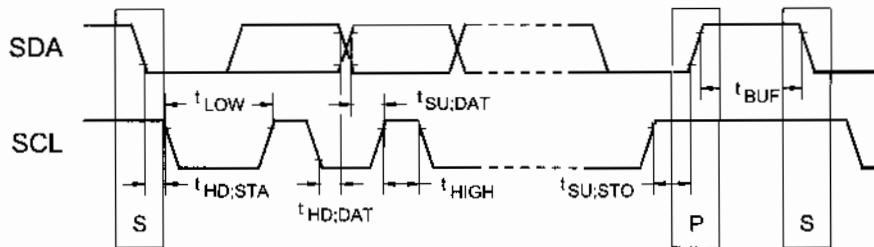

Figura 21-12 Definición de los tiempos para el bus I2C
- El modo de alta velocidad se describe en la figura 21-12.
La figura 21-12 muestra la secuencia de operación de un sistema I2C y un PIC16F84. El maestro (SDA) controla el bus mediante sus líneas SDA y SCL.
El modo estándar es el más común y sus tiempos requeridos vienen reflejados en la figura 21-12. Los valores mínimos que pueden tener estos tiempos son: